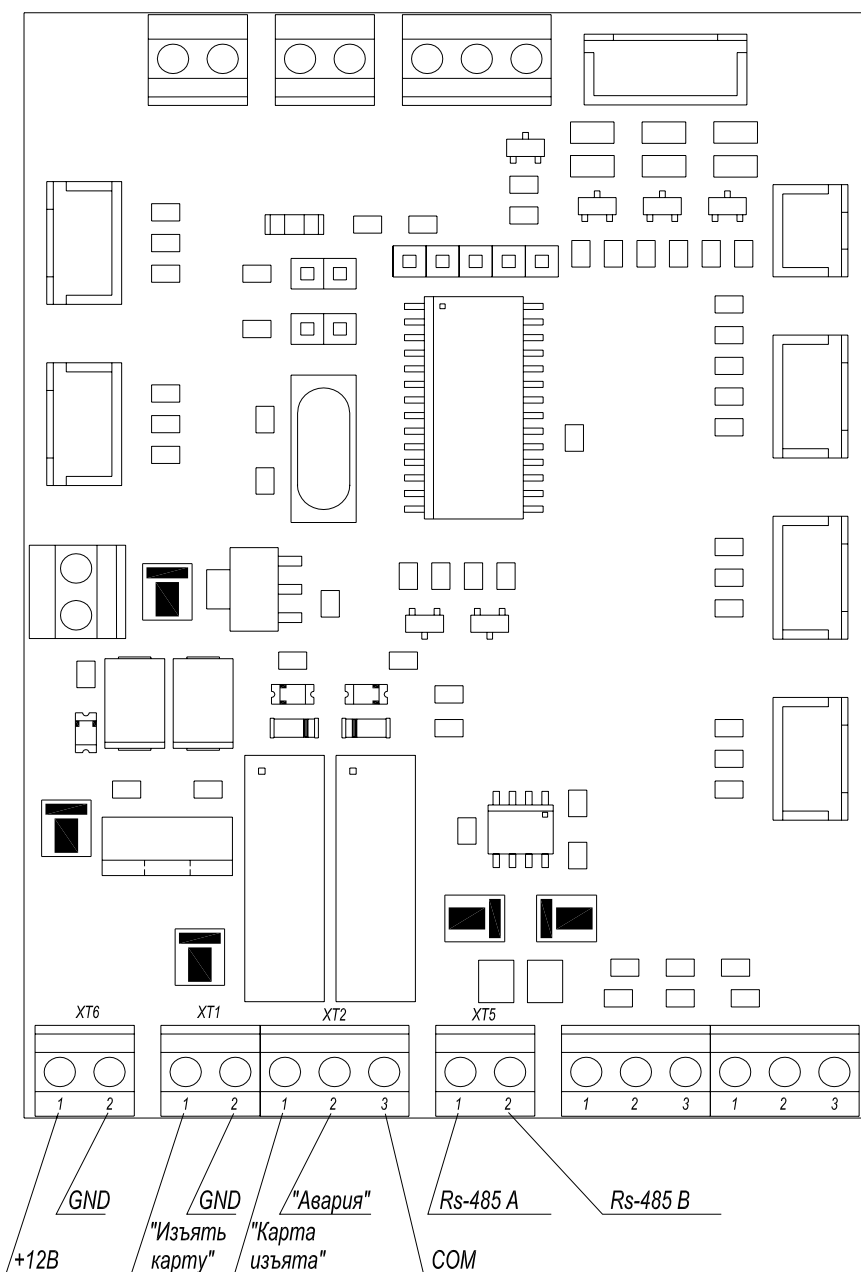

Рисунок 3 – Плата управления картоприёмником
5.3.2 Кабель питания (9)* подключается к клеммной колодке ХТ6 платы управления картоприёмником (см. рисунок 3 и Приложение А, рисунок А.1).
* Кабель (9) не входит в комплект поставки картоприёмника.
5.4.1 Линии интерфейса *Rs-485* считывателя, расположенного с внутренней стороны крышки (3) картоприёмника, подключены к плате управления картоприёмником. Таким образом, выходы считывателя выведены на контакты 1 (*Rs-485 A*) и 2 (*Rs-485 B*) клеммной колодки *XT5* (см. рисунок 3).